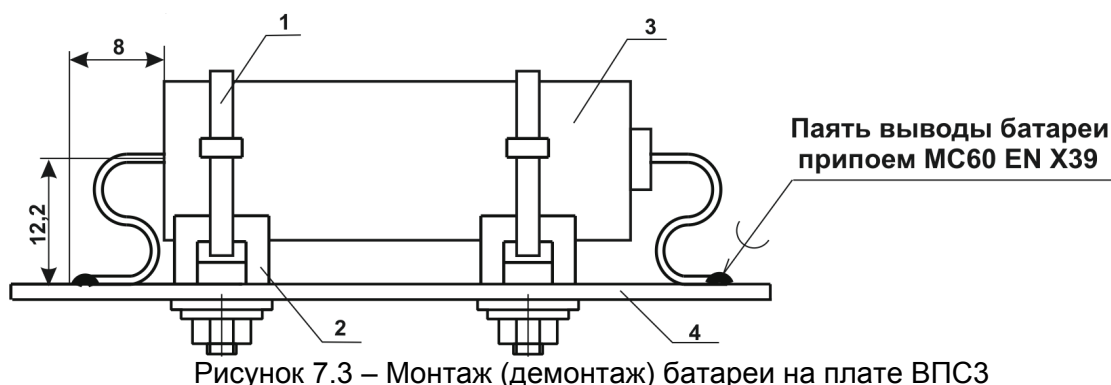

Рисунок 7.3 – Монтаж (демонтаж) батареи на плате ВПСЗ
Замену батареи (см рис. 7.3) проводить в следующей последовательности:
- произвести S-образную формовку выводов батареи и выполнить пайку выводов согласно рис. 7.3;